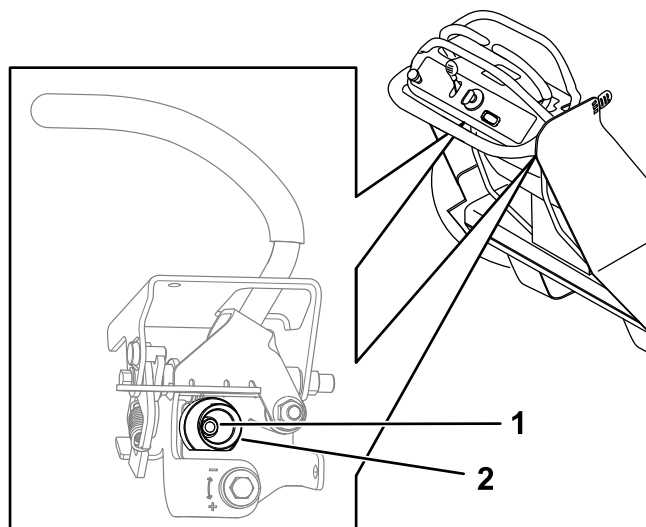

Figura 60
5. Desaperte a porca que prende o excêntrico da alavanca de controlo de movimento que está a ajustar (Figura 60).
6. Ajuste o excêntrico até ficar alinhado com a outra alavanca de controlo de movimento e aperte a porca do excêntrico (Figura 60).